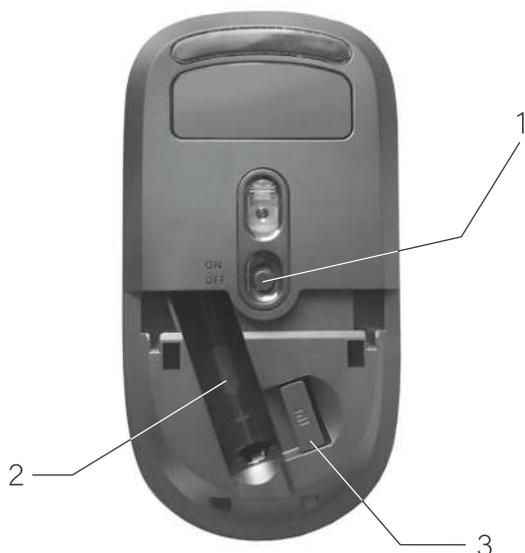

Рис. 7.
- Снимите крышку отсека батареи беспроводной мыши, рис. 7.
- Соблюдая полярность установите батарею формата AAA в отсек 2 (рис. 7).
- Извлеките Wi-Fi приемник 3 (рис. 7).
- Включите мыш, для чего переведите ползунок 1 (рис. 7) в положение «ON».